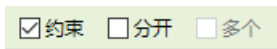

图 2-32 移动选项栏
- (2) 单击“修改”选项卡“修改”面板“移动”按钮，打开选项栏，如图 2-32 所示。